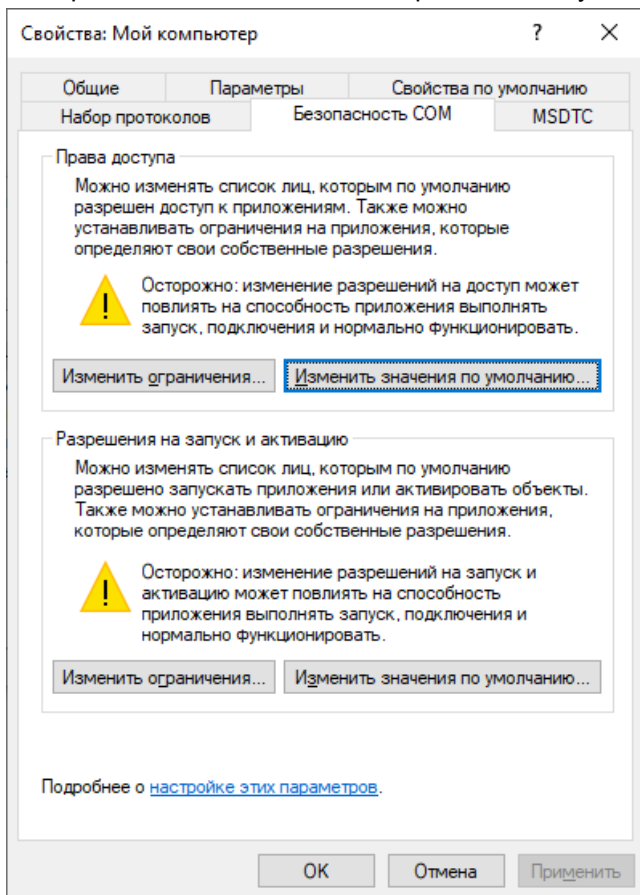

Рис. 4.39
4. В открывшемся окне свойств откройте вкладку **Безопасность COM** (рис. 4.39).